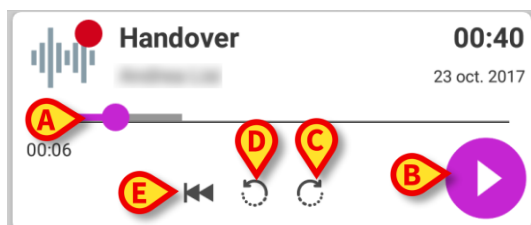
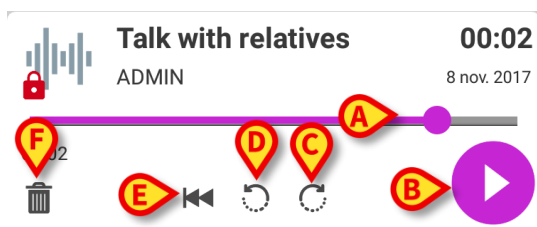
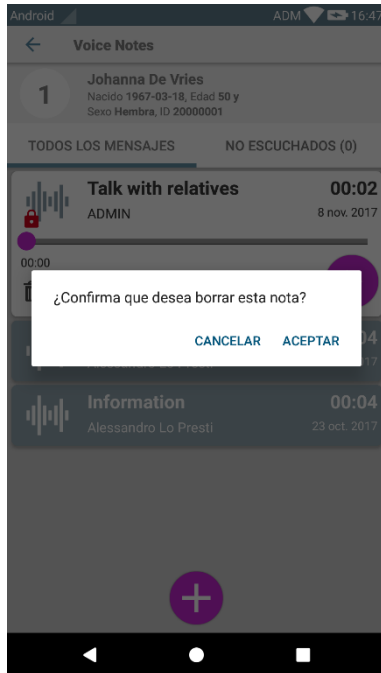

Fig 93 – mensaje de voz no escuchado
Fig 94 - mensaje privado, eliminable por el autor
Fig 95
La celda se expande para mostrar los botones de control del reproductor de audio (Fig 93 y Fig 94).
- barra de búsqueda (Fig 93 y Fig 94 **A**): tocar el dedo y arrastrar hacia la izquierda o la derecha para establecer el punto de avance de la reproducción;
- reproducir el mensaje (Fig 93 y Fig 94 **B**);
- saltar 10 segundos adelante (Fig 93 y Fig 94 **C**);
- saltar 10 segundos atrás (Fig 93 y Fig 94 **D**);
- regresar al comienzo (Fig 93 y Fig 94 **E**);
- borrar el mensaje (mostrado opcionalmente - Fig 94 **F**).
- ❖ Un icono de confirmación ✔ (en el mismo punto del símbolo Fig 94 **F**), si lo hubiera, permite marcar la nota como “escuchada”. Tocar el icono para marcar la nota como “escuchada”;
Los mensajes de voz se borran automáticamente una vez completado su tiempo de vida. Los mensajes borrados no se pueden recuperar. Solamente al autor se le permite borrar sus mensajes antes de que se cumpla el período de caducidad previsto; para ello debe hacer clic en el icono , situado en la vista expandida del mensaje (ver Fig 94). Esta operación requiere confirmación (Fig 95):